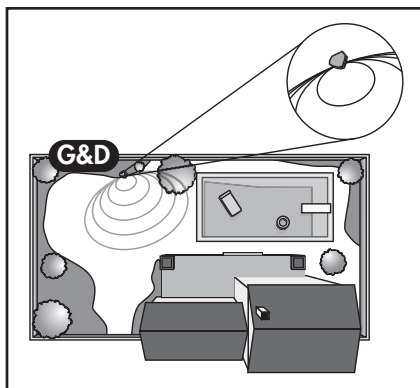

Figure 1. Stéréo « gauche et droit » d'une seule enceinte
Positionnement : Stéréo « gauche et droit » d'une seule enceinte (figure 1).
- **Couverture large à une seule enceinte, canaux Gauche+Droit (figure 1):** S'asseoir dans la principale aire d'écoute et vérifier que le signal est vaste et clair.